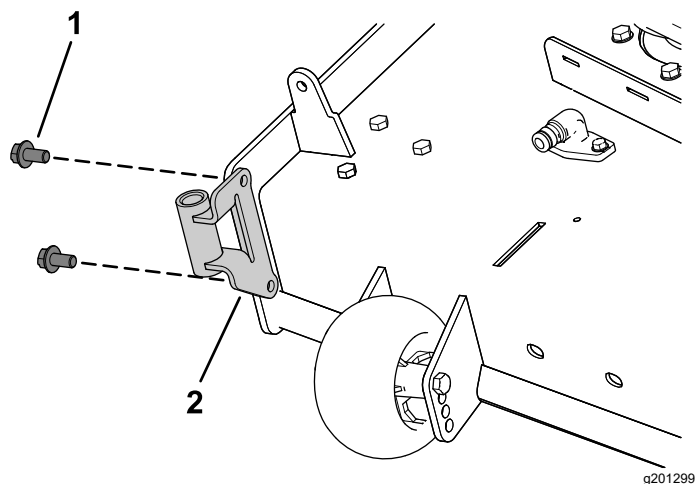

Figura 7
1. Instale o suporte do soprador na plataforma do cortador utilizando 2 parafusos de cabeça de sextavada ($\frac{3}{8}$ x $\frac{3}{4}$ pol.) como se mostra na Figura 7.